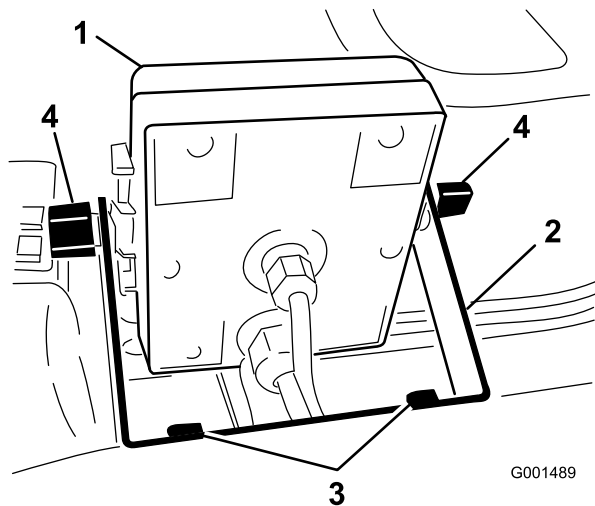
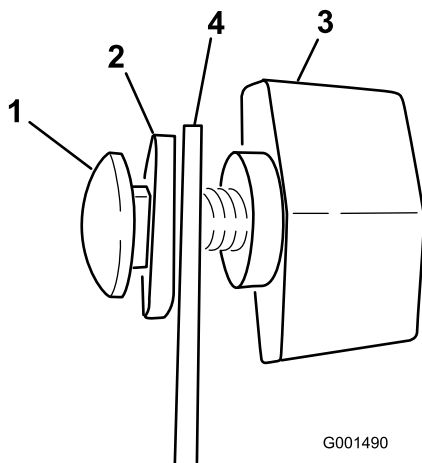

Figura 5
Figura 6
2. Instale el soporte del monitor en el salpicadero (Figura 5) usando 2 pernos con arandela prensada (1/4 x 3/4 pulgada) y 2 tuercas con arandela prensada (1/4 pulgada).
3. Instale sin apretar los 2 pernos de cuello cuadrado, arandelas de goma y pomos en el soporte de la manera indicada en las Figuras Figura 5 y Figura 6.
6. Instale el monitor Spray Pro sobre las cabezas de los pernos de cuello cuadrado (Figura 5) y apriete los pomos para fijarlo.